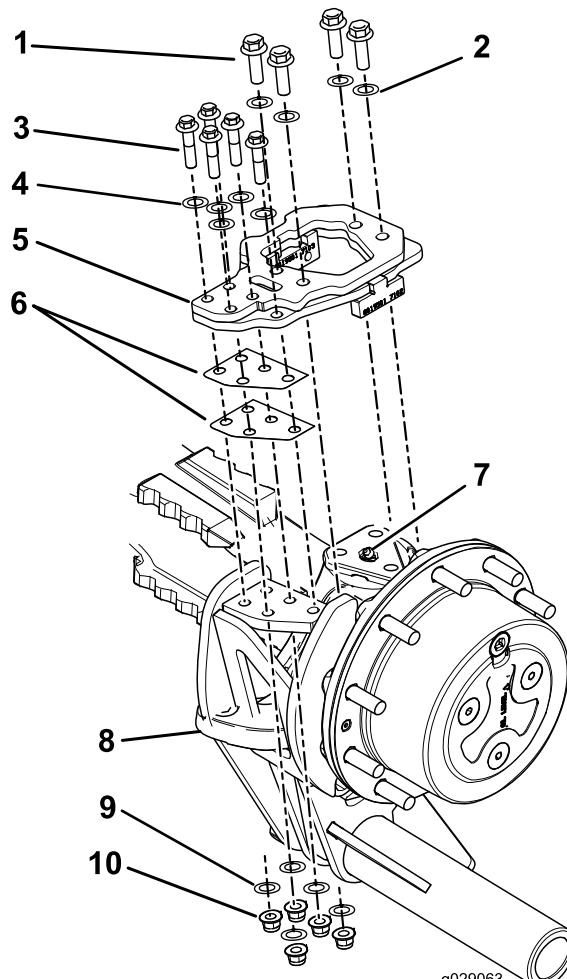

Figura 7
3. Instale provisionalmente la placa de montaje superior al soporte de montaje del bastidor con 4 pernos (M16—2.00 x 50 mm, Clase 10.9) y 4 arandelas de freno (M16), según se muestra en Figura 7.
4. Determine la cantidad de placas de cuña que necesita en la posición que se muestra en Figura 7.
6. Instale provisionalmente la placa de montaje y las placas de cuña con 5 pernos (M14—2.00 x 60 mm, Clase 10.9), 10 arandelas planas (M14) y 5 tuercas hexagonales (M14, Clase 10.9); consulte Figura 7.
7. Ajuste el tubo para que quede perpendicular a la cara de montaje del cubo de transmisión (Figura 7).
2. Retire y deseche el engrasador recto del pivote superior (Figura 7) y sustitúyalo con un engrasador de 90°.